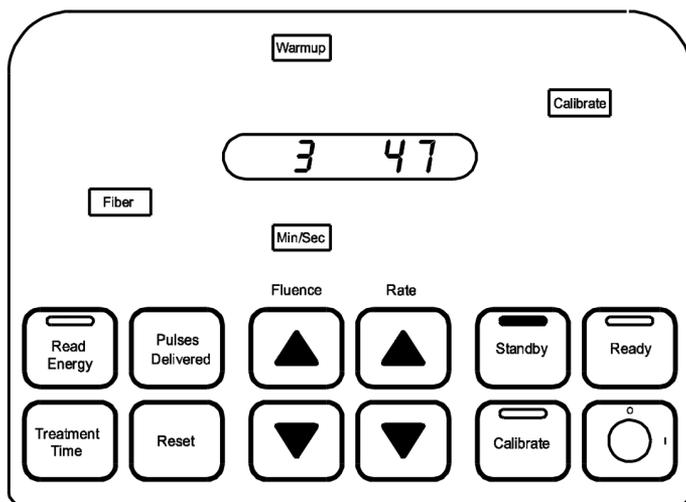

Figura 3
1. Quando il sistema è in modalità **Riscaldamento**, viene accesa la spia di avviso **Riscaldamento**. Inoltre, vengono accesi il pulsante **Standby** e la spia di stato verde nella parte superiore del pannello di controllo. (Figura 3)